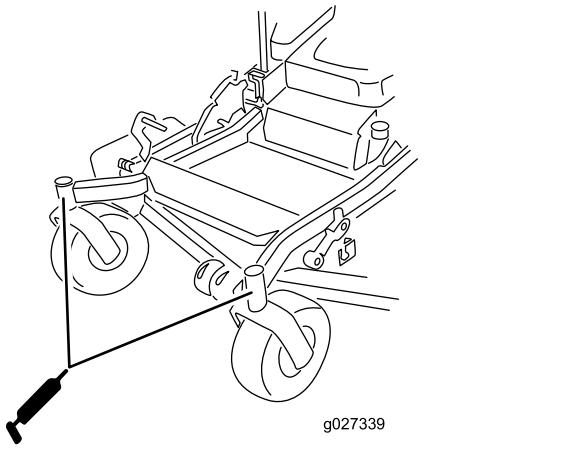

Figure 41
- Remettez le bouchon hexagonal et le capuchon protecteur en place (Figure 41).
- Graissez les roulements des roues pivotantes (Figure 41).